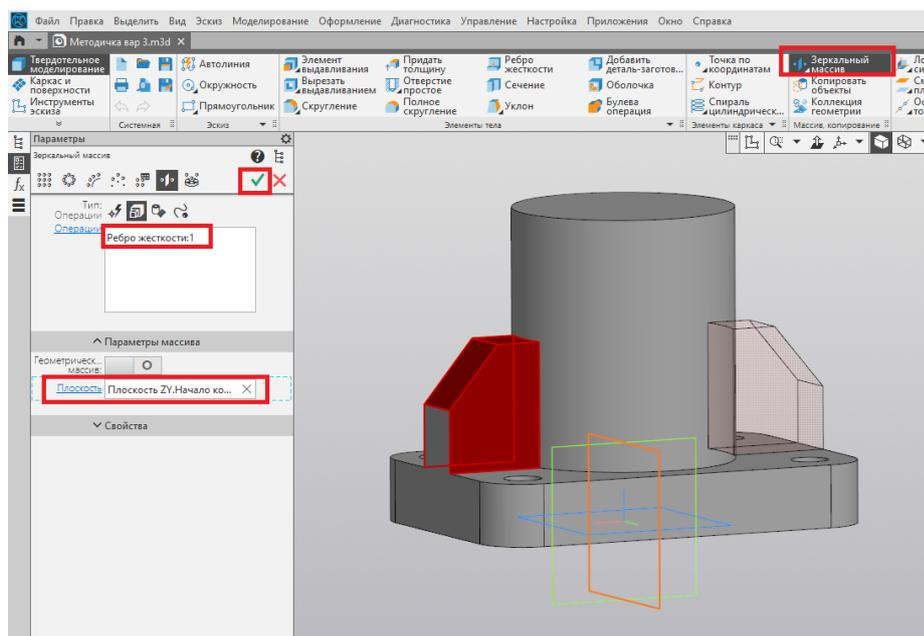

Рис. 148
20. При помощи команды «Зеркальный массив» отражаем ребро жёсткости относительно плоскости ZY. Завершаем выполнение команды нажатием на зелёную галочку (рис. 148).